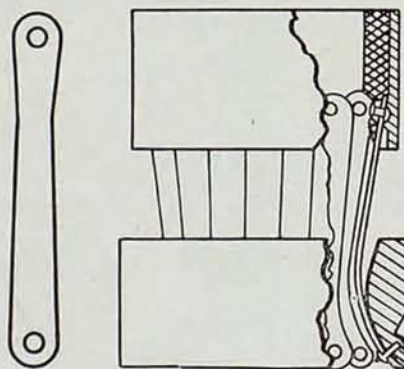

Fig. 2
**Constitución del difusor.**—El difusor está constituido por un grupo de láminas de acero inoxidable (fig. 2) de 0'1 milímetro de espesor, unido por sus extremos y por medio de remaches a dos anillos metálicos.